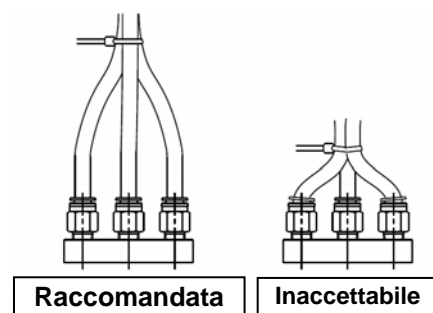

Figura 8
• Inoltre, non applicare forze esterne ai raccordi durante il fissaggio dei tubi con fascette, ecc. Vedi Figura 8.